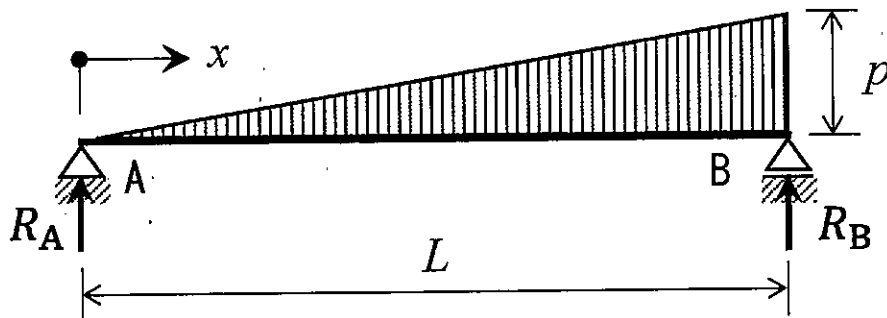

Fig. S-1 A simply supported beam subjected to triangle distributed load
1. Fig. S-1 に示す三角形分布荷重を受ける単純支持ばりについて、次の問い 1)~4)に答えよ。ただし、このはりの曲げ剛性は EI であるとする。
Answer the following questions 1) to 4) about a simply supported beam subjected to triangle distributed load shown in Fig. S-1. The bending stiffness of this beam is EI .